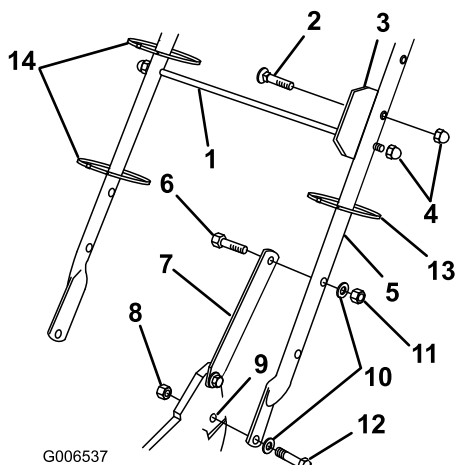

Figura 3
(5/16 x 1-1/4 inches), arandelas y contratuercas finas (5/16 inch) (Figura 3).
- Fije los cierres del manillar al manillar con dos pernos (5/16 x 1-1/2 inches), arandelas, y contratuercas (5/16 inch) (Figura 3).
- Introduzca el perno a través de la chapa de alineación de la bolsa y el segundo taladro desde arriba del lado izquierdo del manillar, y fíjelo con una contratuerca de caperuza (Figura 3).
- Deslice la varilla de soporte de la bolsa por el tercer (desde arriba) taladro de montaje de cada lado del manillar y fije cada extremo con una contratuerca de caperuza (Figura 3).
- Utilice sujetacables para fijar los cables de control al manillar (Figura 3).